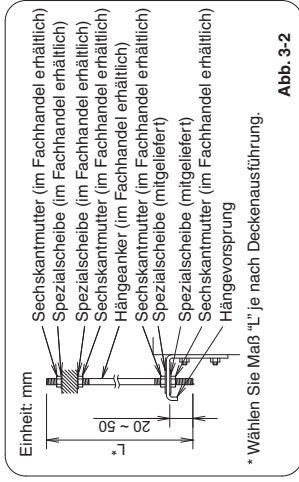

Abb. 3-2
- (3) Die Inneneinheit mit 2 Sechskantmutter (im Fachhandel erhältlich) und den Spezialscheiben (mit der Einheit geliefert) wie in Abb. 3-2 aufhängen und befestigen.